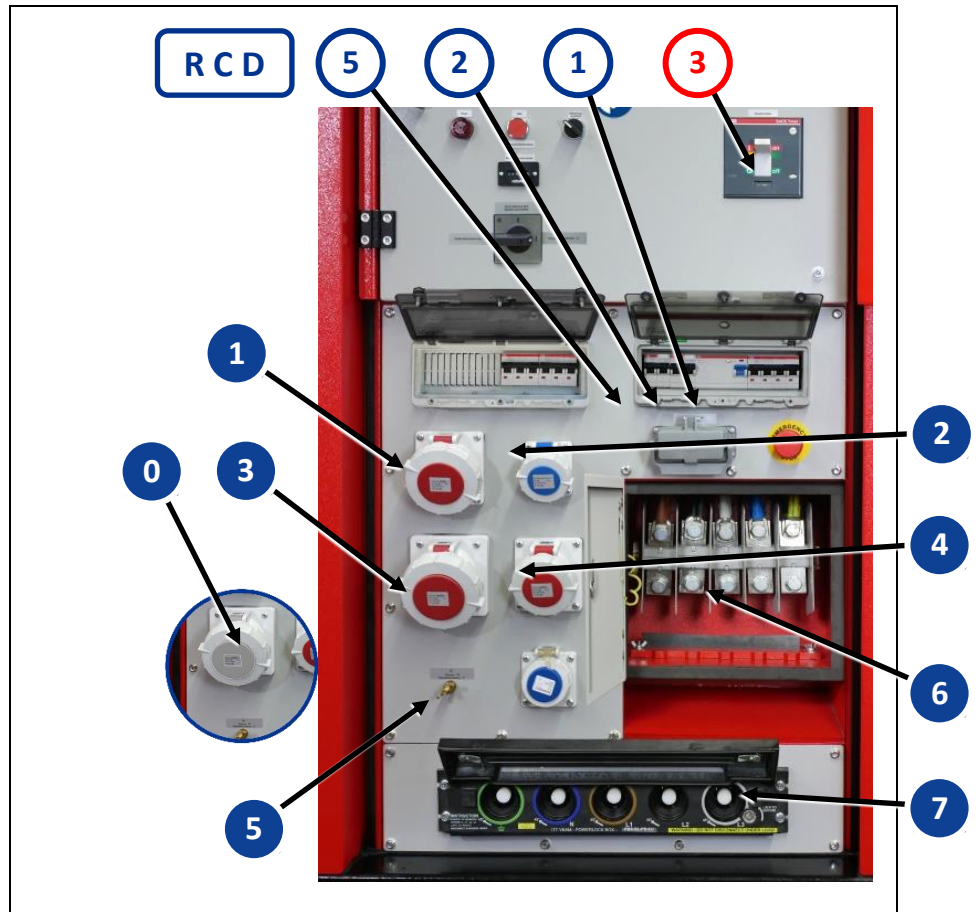

Abb. 6-3 Verbraucher anschließen
- Die Anschlüsse Abb. 6-3- **3**, **6** und **7** verfügen gemäß VDE 0100, Teil 410 über KEINEN PERSONENSCHUTZ!
- Betreiben Sie Verbrauchsmittel bis 32 A ausschließlich an den Anschlüssen Abb. 6-3- **1**, **2**, **4** und **5**.
In der Betriebsart „Gebäudeeinspeisung“ ist die weiße Einspeisesteckdose (Abb. 6-3-**0**) über den Hauptschalter (Abb. 5-4-**5**) gegen Überlastung und Kurzschluss abgesichert. Der integrierte Differenzstromauslöser dient ausschließlich dem Anlagenschutz. Aufgrund seiner elektrischen Auslegung bietet er **KEINEN PERSONENSCHUTZ!** Beachten Sie dazu unbedingt die Hinweise in Kapitel 7.3.2!